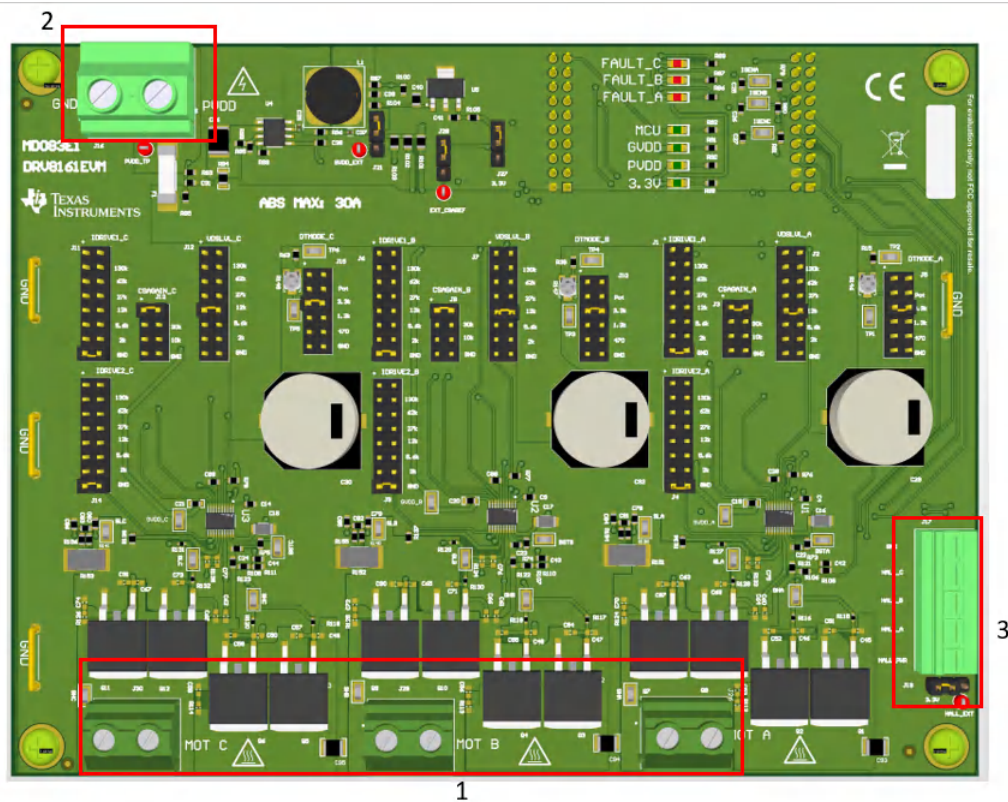

图 2-9. 快速入门指南参考
3. 对于有传感器应用，将霍尔传感器连接到 5 引脚连接器 J17 上的适当位置，如图 2-9 所示。通过在跳线 J18 上选择板载 3.3 (左侧位置) 或外部 (右侧位置) 来选择霍尔电源电压。